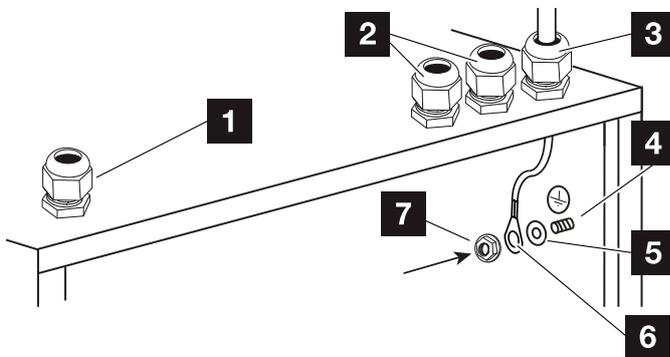

Abb. 23: Schutzleiteranschluss
1. Verlegen Sie den Schutzleiter fachmännisch von der Potentialausgleichsschiene durch die M16 Kabelverschraubung in das Gehäuse und ziehen diese fest (3 Nm). **☑ Abb. 23, Pos. 3**
2. Montieren Sie einen Kabelringschuh M6 auf den Schutzleiter und schrauben diesen an der Innenseite des Gehäuses am Schutzleiteranschluss fest (2,5 Nm). **☑ Abb. 23, Pos. 4**